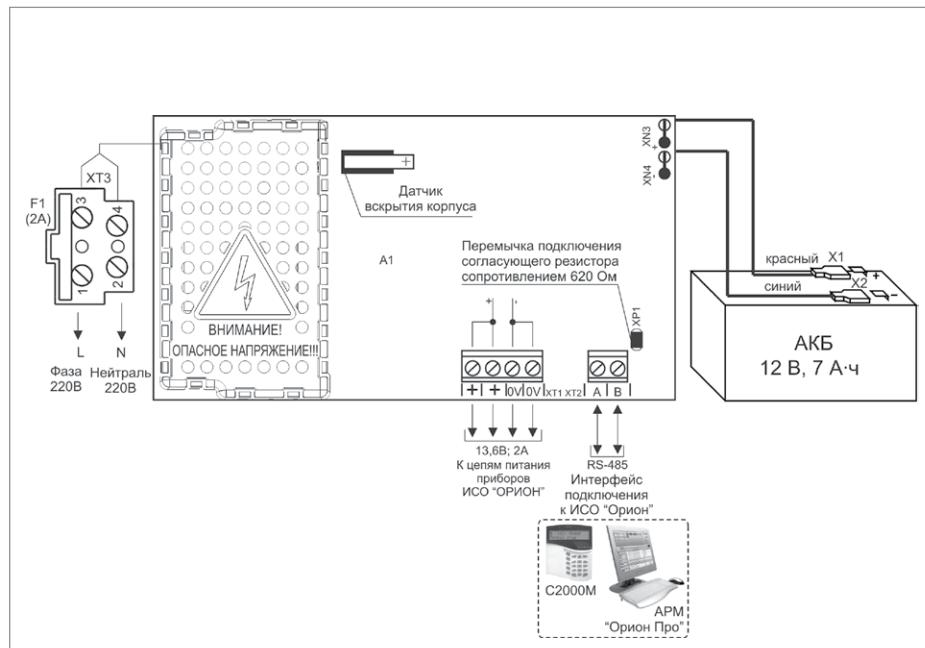

Рисунок 4.
2.6. Схема подключения РИП-12-исп.54 (РИП-12-2/7П2-Р-RS) приведена на рис. 4.
- 2.14. Проверьте правильность произведённого монтажа в соответствии со схемой подключения (рис. 4).
- 2.24. Отключите АКБ от платы РИП, отсоединив контакты X1, X2 от клемм АКБ (см. рис. 4).